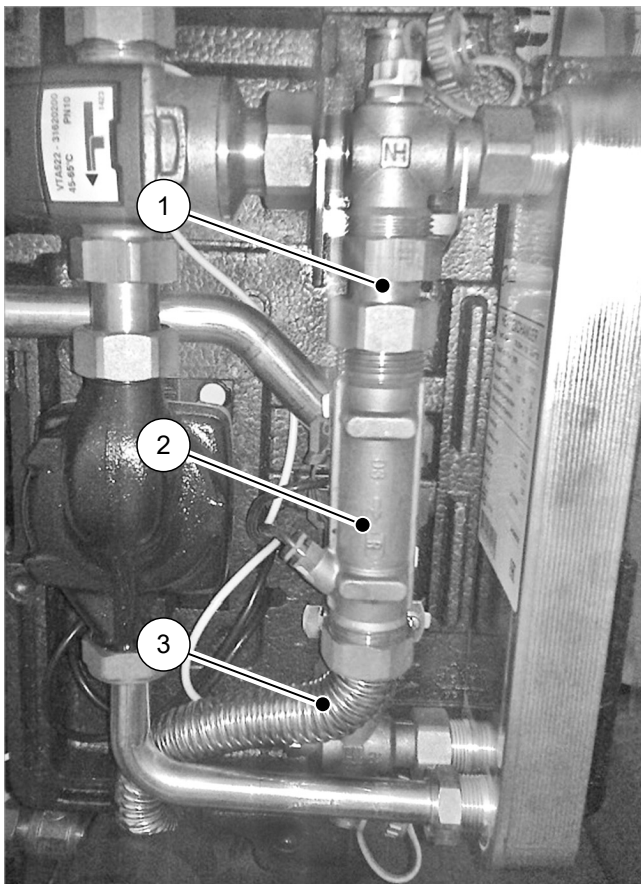
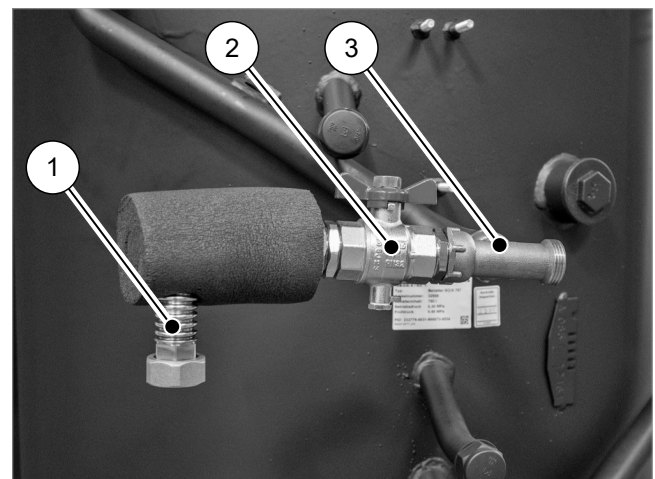

Abb. 3: Messstrecke innerhalb der WWS montiert - Anlage ohne Wärmepumpe
Abb. 4: T-Stück, Kugelhahn mit Messstelle und neues Rohrstück am Speicher-VL zur WWS/Wärmepumpe
2. Der beiliegende Rücklaufrohrbogen ersetzt den Rücklaufrohrbogen der WWS (→ Abb. 3 (3)).
3. Die Übergangsverschraubung wird am Rücklaufanschluss innerhalb der WWS montiert (vgl. → Abb. 3 (1)).
4. Zwischen Rücklaufrohrbogen und Übergangsverschraubung wird die Messstrecke (vgl. → Abb. 3 (2)) montiert. Flussrichtung nach unten beachten. Das abnehmbare Zählwerk kann durch die Rückwand der WWS geführt werden. Hierzu den rechteckigen Rahmen um die Pumpe herum herausdrücken, um die Leitungsverlegung zu ermöglichen.
2. Das demontierte T-Stück durch das T-Stück (→ Abb. 4 (3)) des mitgelieferten Rohres ersetzen und befestigen.
3. Das freie Rohrende (1) an den WWS-VL schrauben.
5. Der beiliegende Rücklaufrohrbogen ersetzt den Rücklaufrohrbogen der WWS (→ Abb. 3 (3)).
6. Die Übergangsverschraubung wird am Rücklaufanschluss innerhalb der WWS montiert (vgl. → Abb. 3 (1)).
7. Zwischen Rücklaufrohrbogen und Übergangsverschraubung wird die Messstrecke (vgl. → Abb. 3 (2)) montiert. Flussrichtung nach unten beachten. Das abnehmbare Zählwerk kann durch die Rückwand der WWS geführt werden. Hierzu den rechteckigen Rahmen um die Pumpe herum herausdrücken, um die Leitungsverlegung zu ermöglichen.